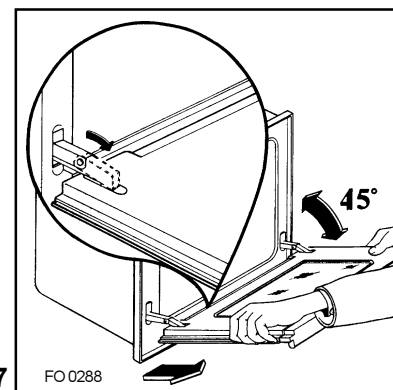

Fig. 7
- prenez la porte à deux mains (jamais par la poignée) et dégagez les charnières en soulevant légèrement la porte (fig. 7);